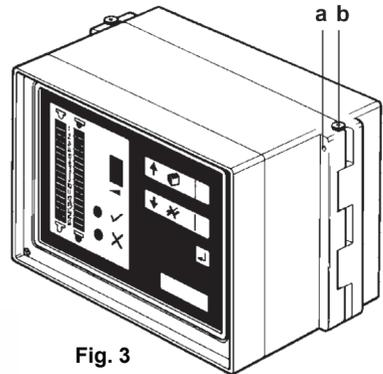

Fig. 3
1. Allentare la vite senza testa 'a' (Fig. 3).
2. Togliere il perno della cerniera di destra 'b' (Fig. 3).